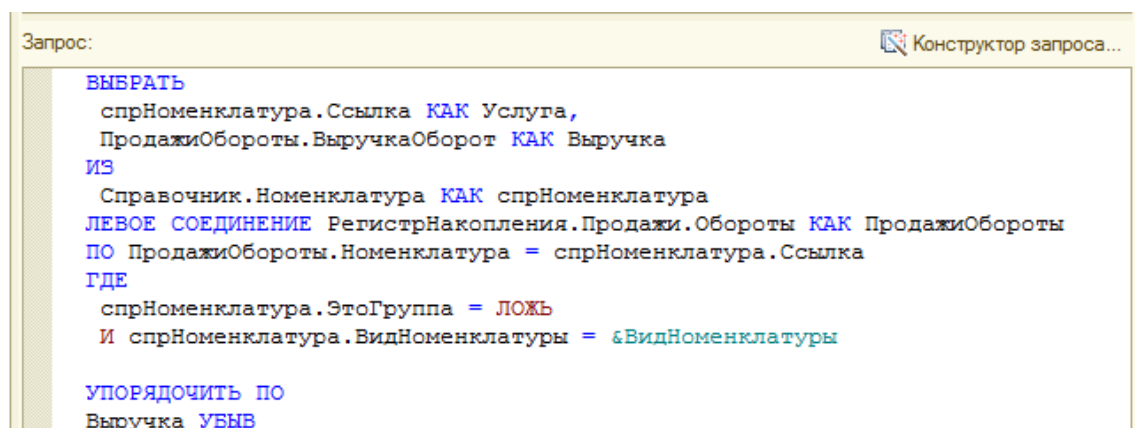

Рисунок 73 Листинг запроса
11. После нажатия кнопки «ОК» проверьте листинг запроса (рис. 73):